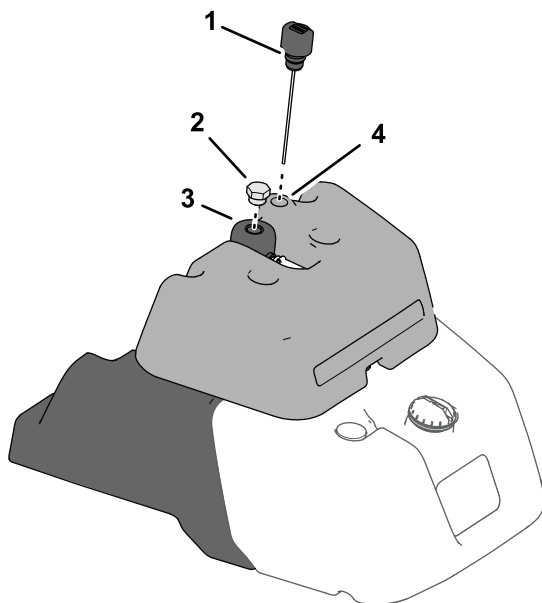

图37
- 如果油箱顶部有燃油油位计请找到泄漏检测油箱顶部液压系统的量油尺图37然后转至步骤 3。